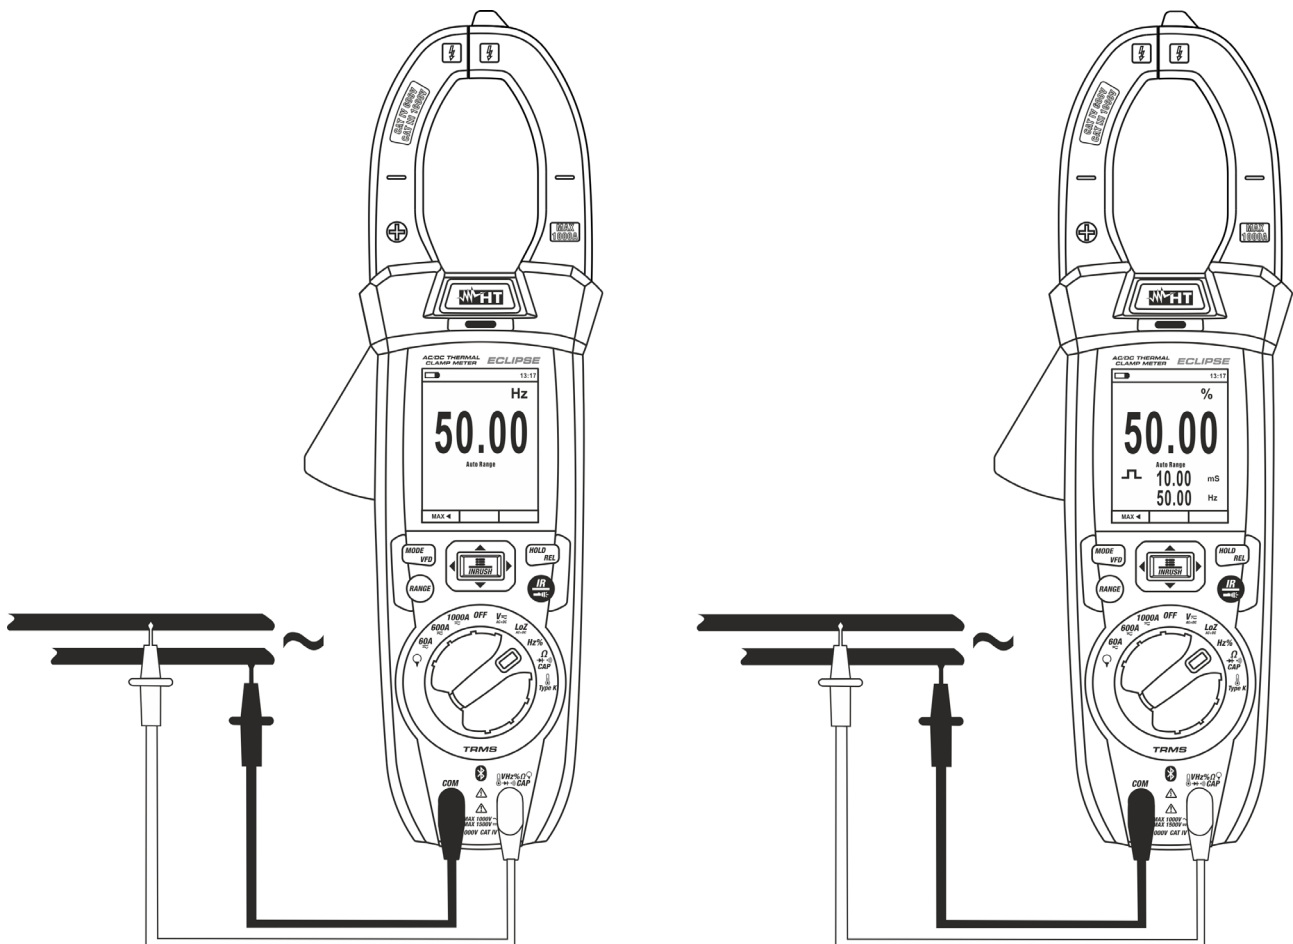

Abb. 26: Verwendung des Gerätes für Frequenz- und Duty Cycle-Messungen
4. Verbinden Sie die rote Messleitung und die schwarze Messleitung mit den gewünschten Messpunkten des zu messenden Kreises (siehe Abb. 26). Der Wert der Frequenz (Hz) oder des Duty Cycle (%) erscheint auf dem Display. Der Bargraph ist bei diesen Funktionen nicht aktiv.